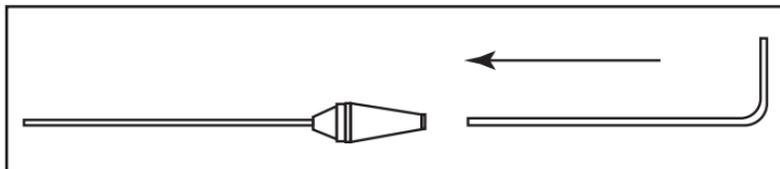

Figure 1 : Insertion du stylet de gainage dans la lumière de l'extrémité conique
- Plonger la valve dans un récipient de rinçage rempli d'au moins 500 ml de sérum physiologique stérile. Tenir l'extrémité distale du cathéter et agiter la valve dans le récipient de rinçage rempli de sérum physiologique stérile pendant au minimum soixante (60) secondes. Maintenir la valve submergée.
- Après le deuxième rinçage, insérer avec précaution le stylet de gainage tout entier par la lumière de l'extrémité conique, comme indiqué à la **figure 1**, et submerger à nouveau la valve.